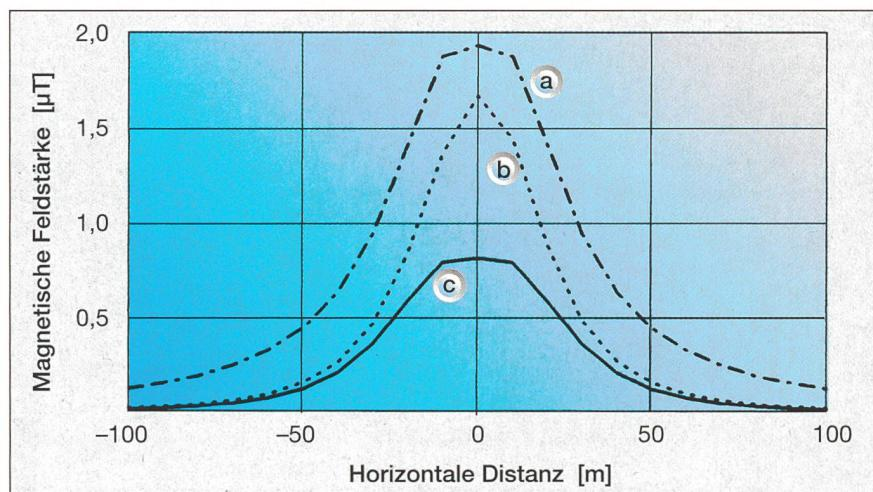

Bild 2 Magnetfeld einer HS-Leitung, gemessen auf Bodenhöhe
In der Vergangenheit wurde diesen Kombinationsmöglichkeiten von den Leitungsbauern wenig Beachtung geschenkt. Die einzelnen Kombinationen können aber, bei gleichem Strom, sehr unterschiedliche Magnetfelder hervorrufen. Das Bild 2, a und b, zeigt beispielsweise, dass in 40 Meter Distanz die gleichen Ströme bei einer zirkularen Anordnung der Phasen auf Bodenhöhe nur halb so
Bild 2 stellt die Resultate von Modellrechnungen dar. Sie zeigen, dass bei der Konfiguration D gegenüber den Konfigurationen A und B (Tab. I) die Magnetfelder auf Bodenhöhe im Gebiet der Leitungsachse wie auch in seitlichem Abstand dazu um mehr als die Hälfte reduziert werden. Die Rechnungen wurden auch durch Messungen überprüft. An einem realen Modell der 10-Leiter-Freileitung wurde bestätigt, dass mit dem Übergang von einer konventionellen 6-Leiter-Konfiguration zu einer 10-Leiter-Konfiguration das Magnetfeld um bis zu 70% reduziert werden kann.
- wie Bild 2, aber entgegengesetzte Stromtransportrichtungen der Stränge
wie Bild 2, aber doppelte Stromstärke im rechten Strang
wie Bild 2, aber bei c erhöhte Stromstärke in der Phase T2 des rechten Strangs (+20%)
wie Bild 2, aber bei c erhöhte Stromstärke in Phase R2 bzw. Teilphasen R2/2 des rechten Strangs (+20%)